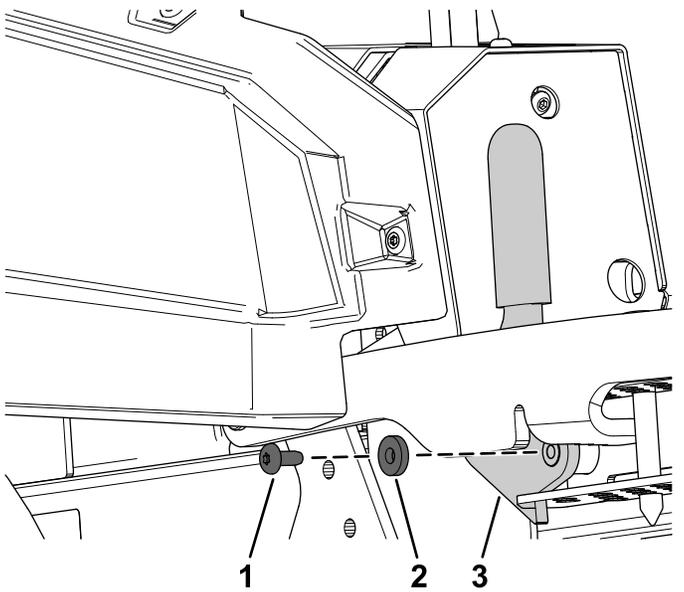

Figura 26
3. Rimuovete il bullone, la rondella e il blocco trasporto (Figura 26).